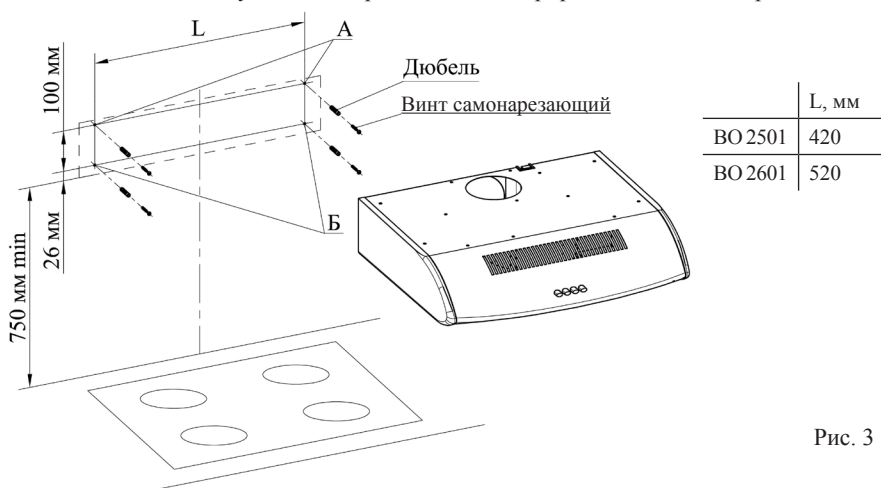

Рис. 3
РОВНУЮ ПОВЕРХНОСТЬ (рис. 3).
- 6.3 С учетом установочной высоты и центральной линии разметьте на стене отверстия (А и Б) (рис. 3).
- 6.4 Просверлите отверстия (А и Б) диаметром 8 мм на глубину 50 мм (рис. 3).
- 6.5 В отверстия вставьте дюбели согласно рис. 3 и по отверстиям А заверните не до упора два винта самонарезающих, на которые навесьте воздухоочиститель со снятыми фильтрами металлическим (крышкой).